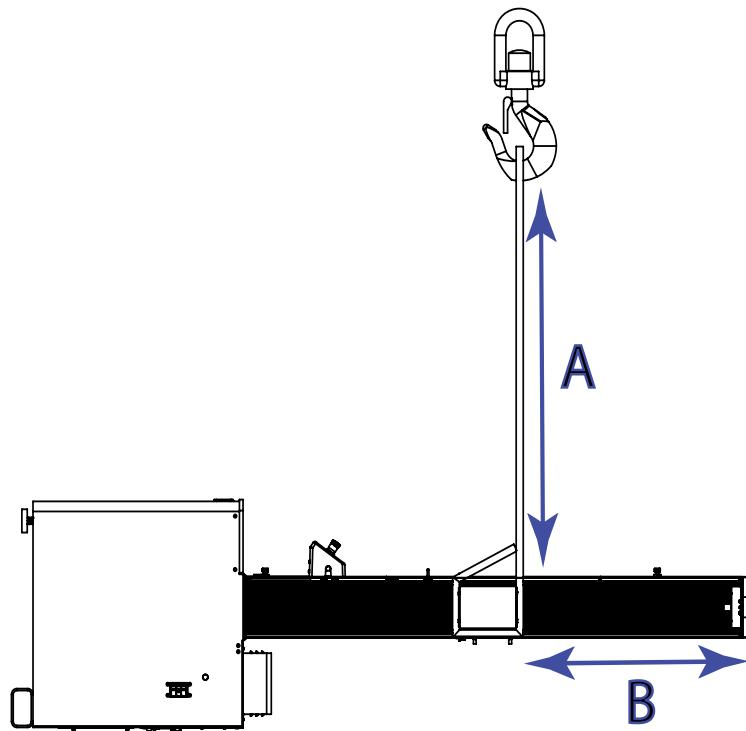

Figura 23. Colocación de las eslingas de elevación
2. Coloque las dos eslingas de elevación en la cruceta y engáncelas al gancho de la grúa como se muestra en la Figura 23 en la página 80. Si utiliza cadenas en lugar de eslingas, envuelva la cruceta y la placa superior con un material protector para evitar araños y daños superficiales.
La longitud de la eslinga (A en la Figura 23 en la página 80) debe ser mayor que la distancia necesaria para que haya espacio suficiente para la placa superior (B en la Figura 23 en la página 80). De este modo, se garantiza que el gancho no provoque daños en el bastidor durante la elevación.